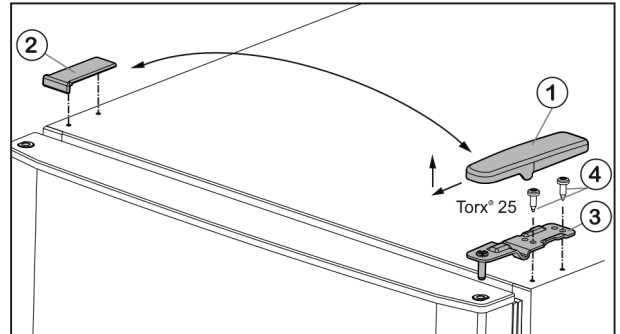

Fig. 5
► Потяните крышку Fig. 5 (1) вперед и вверх.
► Снимите крышку Fig. 5 (2).
► Открутите верхний опорный кронштейн Fig. 5 (3) (2 шт. Torx® 25) Fig. 5 (4) и поднимите вверх.
- ▶ Установите верхний опорный кронштейн Fig. 5 (3) на новой стороне шарнира и защелкните в дверце.
- ▶ Привинтите верхний опорный кронштейн (с моментом 4 Нм) (2 шт. Torx® 25) Fig. 5 (4). При необходимости используйте аккумуляторный шурупверт.
- ▶ Наденьте и защелкните крышку Fig. 5 (1) на противоположной стороне снаружи.
- ▶ Также наденьте сверху и защелкните крышку Fig. 5 (2) на противоположной стороне.